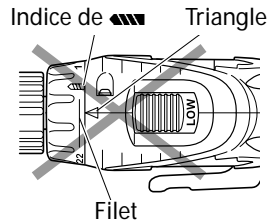

Fig. 17
- N'utilisez pas l'outil avec le sélecteur de débrayage positionné entre le chiffre "22" et la ligne au centre du symbole du foret "▲", vous risqueriez de l'endommager (Voir Fig. 17).